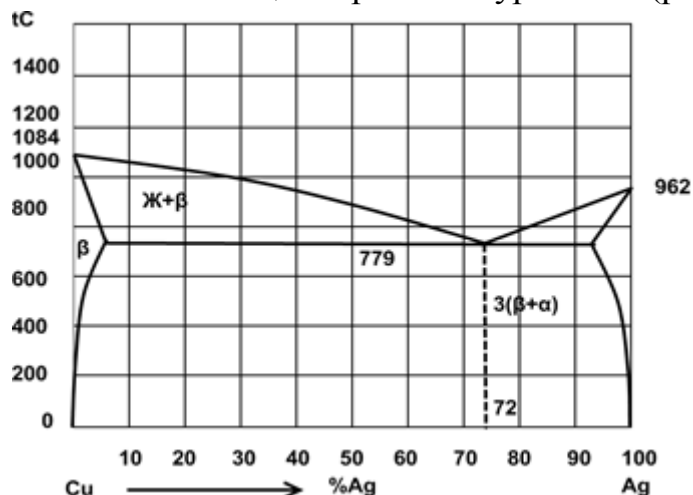

Рис. 3. Диаграмма состояния медь — серебро (Cu — Ag)
2.Вычертите диаграмму состояния системы медь — серебро. Опишите взаимодействие компонентов в жидком и твёрдом состояниях, укажите структурные составляющие во всех областях диаграммы состояния и объясните характер изменения свойств в данной системе с помощью правила Курнакова (рис.3).